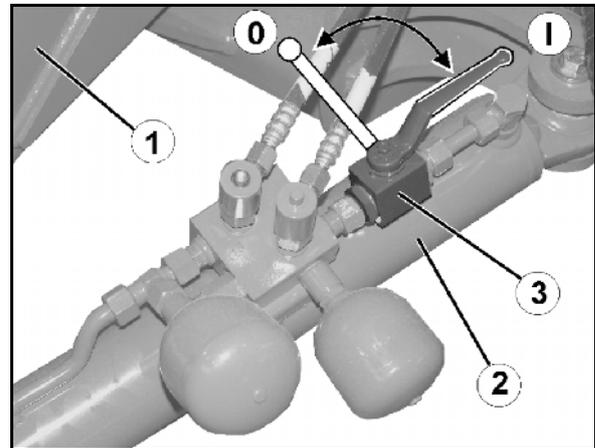

Fig. 90
4. Fixez le timon directeur (Fig. 90/1) en position **0** n fermant le robinet d'arrêt (Fig. 90/3).